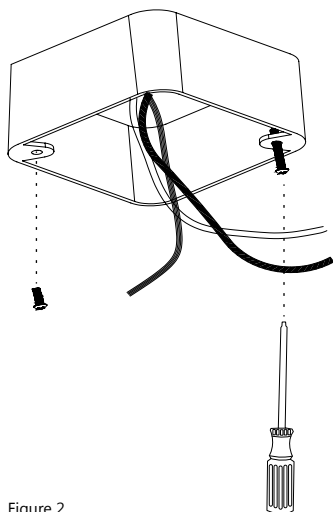
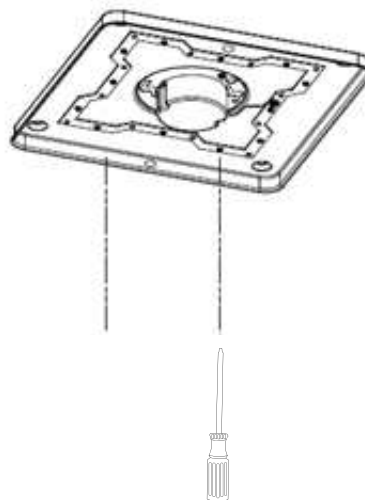

Figure 2
Figure 5
3. Installer les vis de la boîte électrique dans la boîte de jonction (voir figure 2 & 3)
5. Placer la plaque du luminaire sur la vis du verrou (illustré à la figure 2), tourner la plaque du luminaire dans le sens horaire et le fixer bien solidement avec le verrou (figure 5). Fixer solidement la plaque du luminaire à la boîte de jonction.